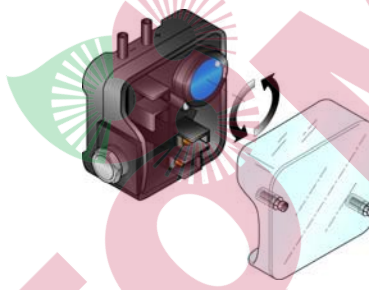

Рис. 21
- Отрегулировать реле давления воздуха (Рис. 21) на начало шкалы.